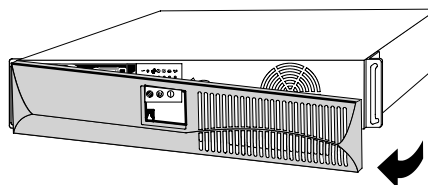

Abbildung 1. Abnehmen der Vorderen Abdeckung
2. Die vordere Abdeckung der USV abnehmen (siehe Abbildung 1).